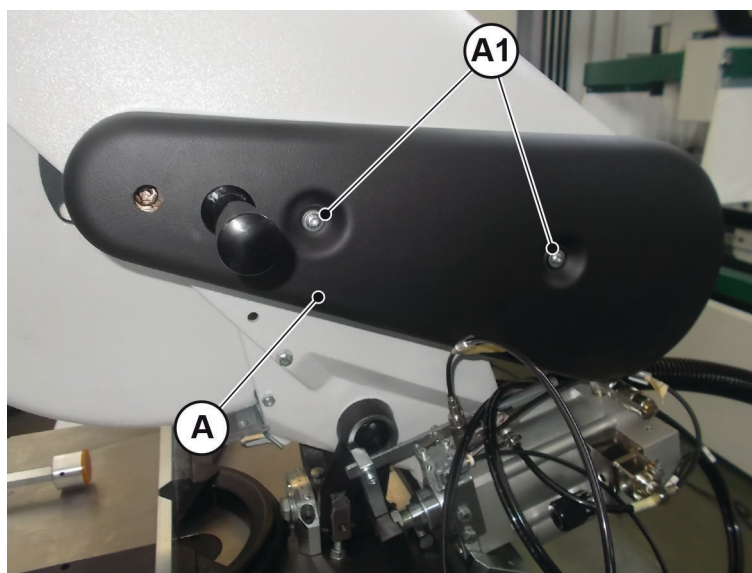

Fig. 09-11
- Retirer le carter "A" (Fig. 09-11) en desserrant les deux vis de serrage "A1" (Fig. 09-11).
- Monter et fixer le carter de protection "A" (Fig. 09-11).